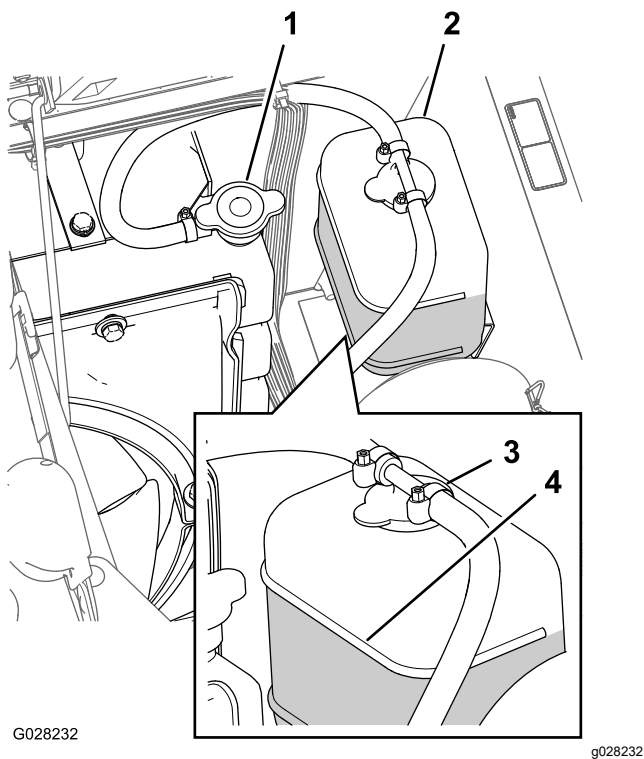

Bild 100
3. Schrauben Sie den Kühlerdeckel und den Deckel vom Ausdehnungsgefäß vorsichtig ab (Bild 100).
Hinweis: Der Kühler muss bis zur Oberkante des Füllstutzens, und das Ausdehnungsgefäß bis zur Voll-Markierung am Behälter gefüllt sein (Bild 100).
5. Wenn der Kühlmittelstand niedrig ist, nehmen Sie den Deckel des Ausdehnungsgefäßes und den Kühlerdeckel ab. Füllen Sie dann das Ausdehnungsgefäß bis zur VOLL-Markierung und den Kühler bis zur Oberkante des Einfüllstutzens (Bild 100).
6. Drehen Sie die Deckel wieder auf das Ausdehnungsgefäß und den Kühler auf (Bild 100).
2. Warten Sie, bis der Motor abgekühlt ist, und nehmen Sie dann den Kühlerdeckel ab (Bild 100).
6. Nehmen Sie den Kühlerdeckel ab (Bild 100).
8. Lassen Sie den Motor an, wenn der Deckel lose auf dem Kühler sitzt (Bild 100).
10. Wenn das Kühlmittel warm ist, füllen Sie Kühlmittel bis zur Dichtungsoberfläche des Deckels nach und drehen Sie den Deckel fest (Bild 100).
11. Nehmen Sie den Deckel des Ausdehnungsgefäßes ab und füllen Sie den Behälter bis zur Cold-Markierung mit Kühlmittel (Bild 100).